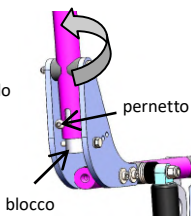

fig. 17: montante schienale
- Montanti schienale: inserimento/disinserimento (fig. 17)